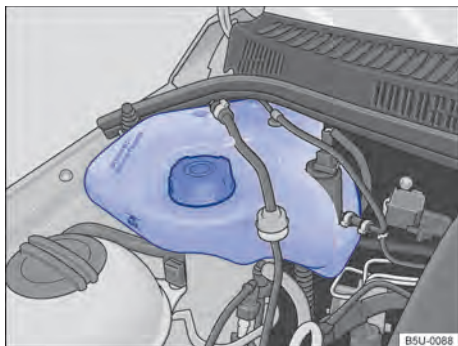

Fig. 136 No compartimento do motor: reservatório de gasolina para o sistema de partida a frio.
O reservatório de gasolina do sistema de partida a frio encontra-se no compartimento do motor, no lado direito ⇒ Fig. 136.
- Nunca ultrapassar a marca “MAX” indicada no reservatório ⇒ Fig. 136.